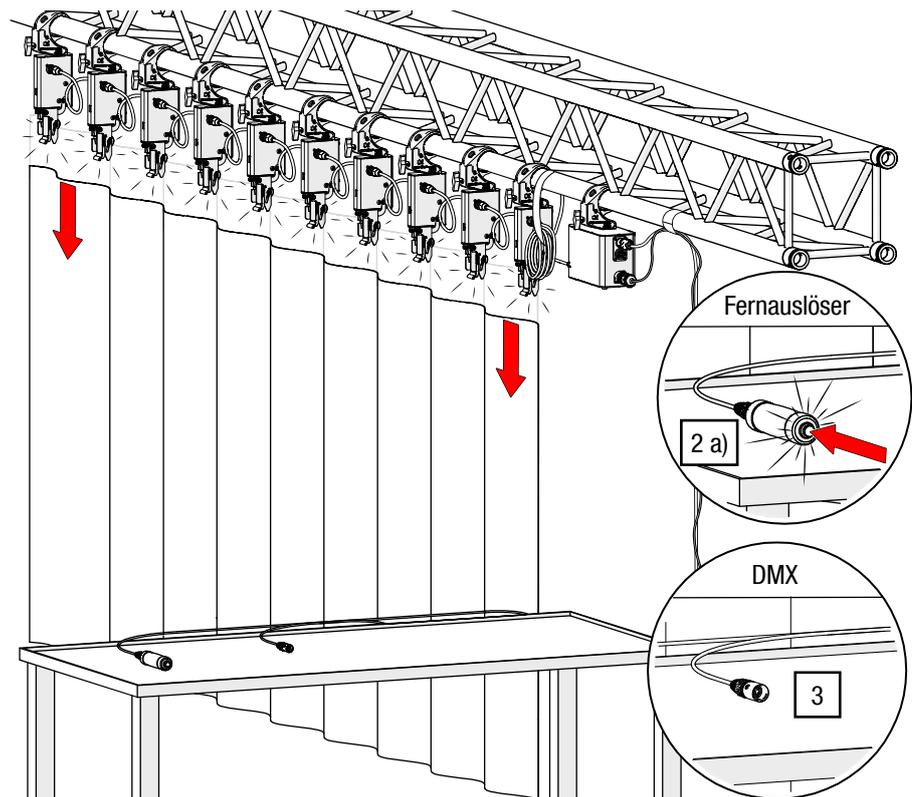

Abb. 33: Steuerung 50-1 – FIRE-Befehl
2. a) Drücken Sie kurz die *FIRE*-Taste am externen Fernauslösetaster zur Auslösung des Strangs (siehe Abb. 33).
3. Geben Sie den Auslösebefehl *FIRE* (siehe Abb. 33).